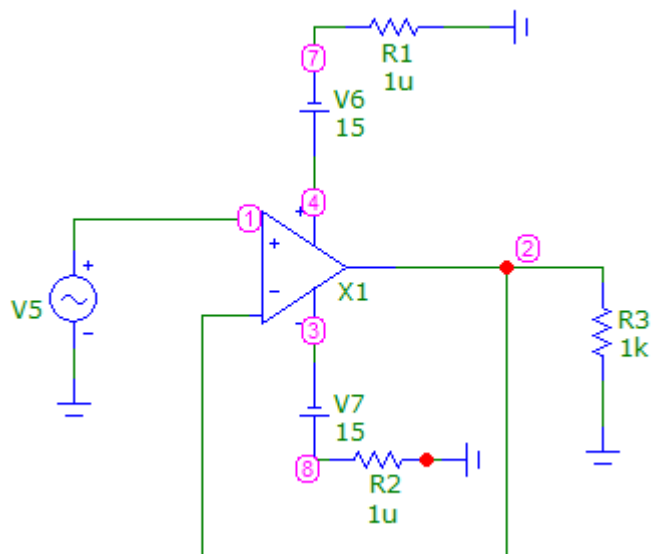

Рис. 3.9 Схема повторителя напряжения на базе операционного усилителя
3.4.1 Собрать схему повторителя напряжения на базе операционного усилителя (рис. 3.9).